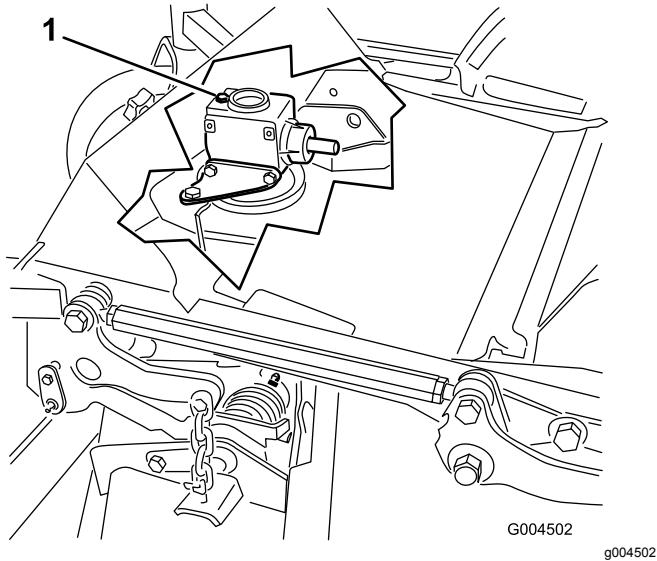

Bild 63
- Nehmen Sie den Ölpeilstab bzw. die Füllschraube oben am Getriebe ab (Bild 63) und stellen Sie sicher, dass der Schmiermittelstand zwischen den Markierungen am Peilstab liegt.
- Nehmen Sie den Peilstab bzw. die Füllschraube von der Oberseite des Getriebes ab (Bild 63).